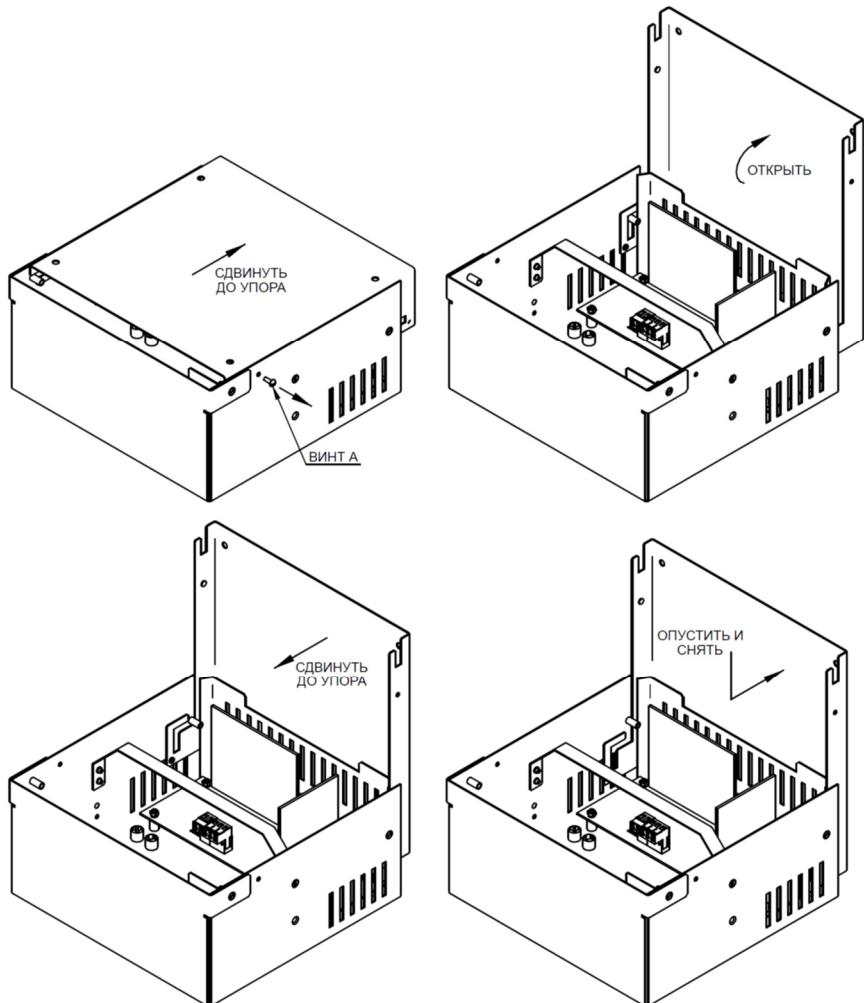

Рисунок 3 - Порядок разборки корпуса
Изделие устанавливается на потолок в следующей последовательности (см. рис. 3):
- Выкрутить 2 винта (Винт А на рис. 3);
- Снять основание в последовательности, приведённой на рис. 3;
- Установить крышку на основание в последовательности, обратной рис. 3.